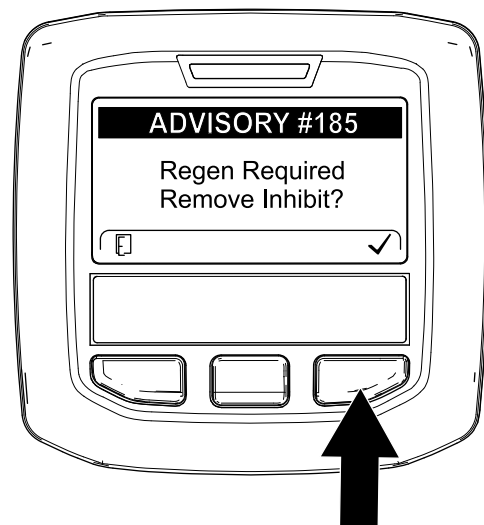

Figure 37
**Remarque:** Si l'option INHIBIT REGEN est à ON, l'InfoCenter affiche ADVISORY #185 (avis n° 185) (Figure 37). Appuyez sur le bouton 3 pour faire passer l'option d'interdiction de régénération à OFF (désactivée) et poursuivez la procédure de régénération commandée.